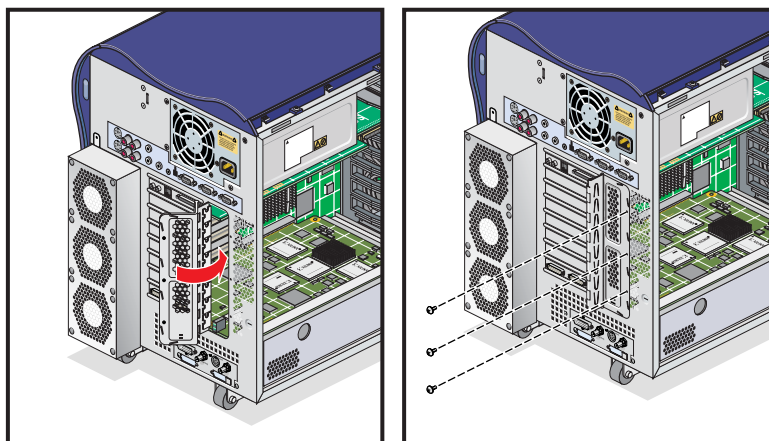

図 3-25 PCIゲートを閉じる
5. ボードが PCI ゲートに正しく差込まれていることを確認します。ゲートを閉じ 3 本のねじを取付けて、筐体に固定します (図 3-25 を参照)。
メモ： 取付ける XIO ボードに金属製のハンドルが付いている場合、PCI ゲートを閉じる前に、ボードのハンドルのノッチに筐体の位置合わせピンが差込まれていることを確認してください (図 3-25 を参照)。